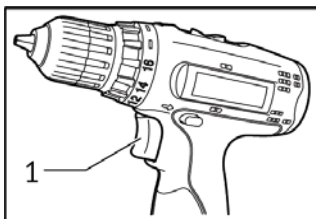

рис.3
- для включения дрели необходимо нажать и удерживать клавишу выключателя (рис.3 поз.1);